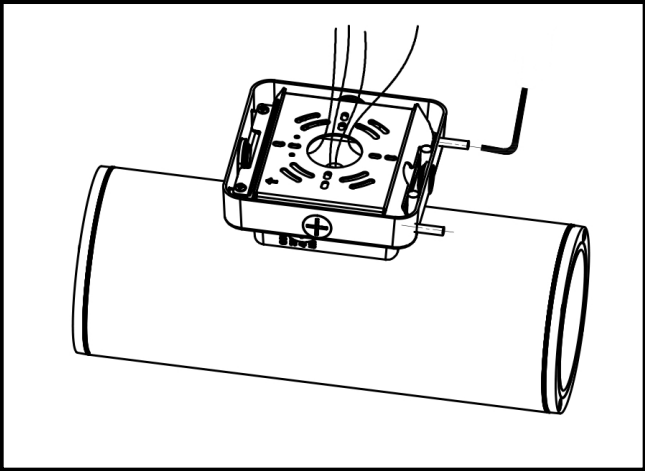

Figure 1.
1. Desserrez les deux (2) vis de la plaque de calage du luminaire sans les enlever entièrement (Figure 1).